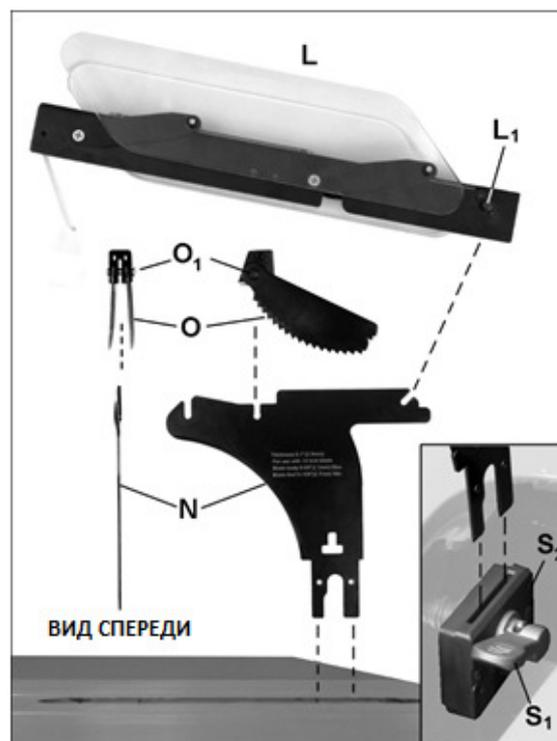

Рис. 6-10: Установка защитного ограждения пильного диска
См. Рис. 6-10.
3. Потяните вверх рычаг зажима (S_1 , Рис. 6-10). Подпружиненная зажимная плита (S_2) отойдет от неподвижного основания, образуя при этом зазор.
2. Установите противоударные фиксаторы (O, Рис. 6-10) таким образом, чтобы скошенная сторона фиксаторов была обращена к передней части станка, как показано на рисунке.
3. Наденьте фиксаторы на расклинивающий нож, заводя их в прорезь по центру ножа так, чтобы фиксаторы охватывали нож с двух сторон. Нажмите и удерживайте кнопку (O_1 , Рис. 6-10), надавливая при этом на блок фиксаторов, чтобы он плотно сел в прорезь ножа.